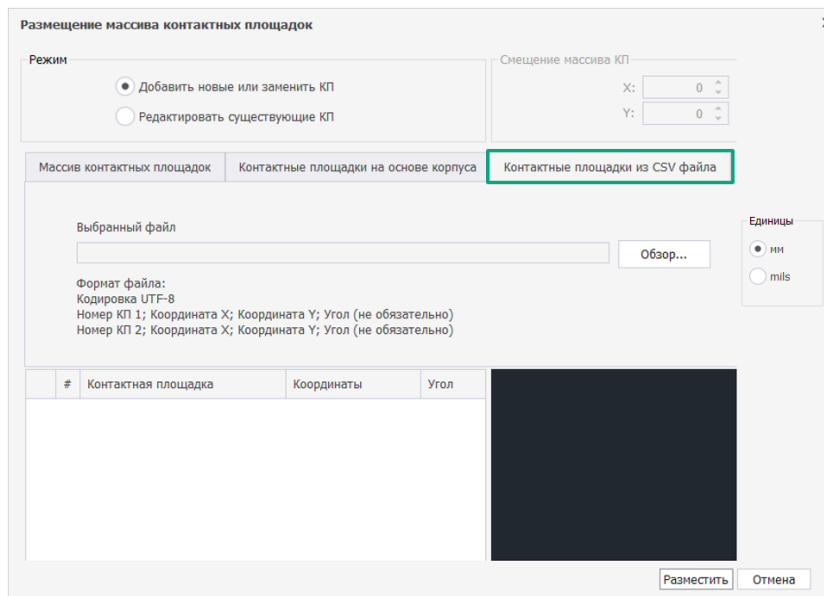

Рис. 100 Вкладка «Контактные площадки из CSV файла»
1. Перейти на вкладку «Контактные площадки из CSV файла», см. Рис. 100.